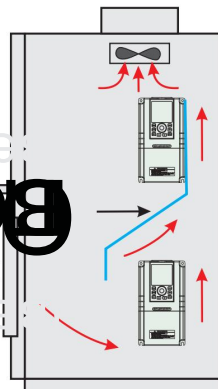

Рис. 3-2 Монтаж нескольких инверторов
- При установке двух инверторов вверх и вниз необходимо закрепить пластину, отводящую поток воздуха, как показано на Рис. 3-2, чтобы обеспечить хороший отвод тепла.